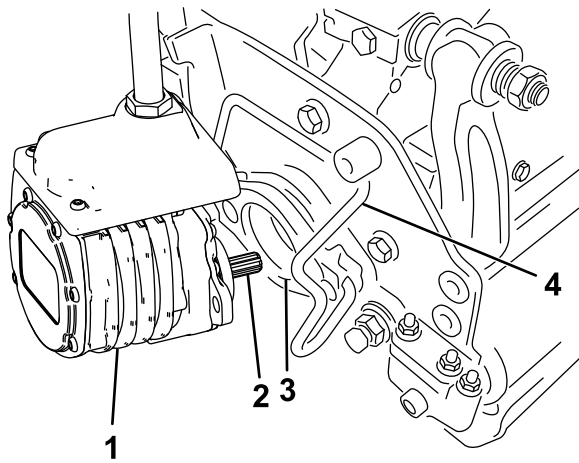

图47
6. 在滚刀组马达的花键轴上涂抹干净的润滑脂图47。
7. 将马达插入滚刀组左侧从操作员的位置看并将滚刀组上的马达固定架拉向马达直到听见马达两侧发出“咔哒”的声音图47。